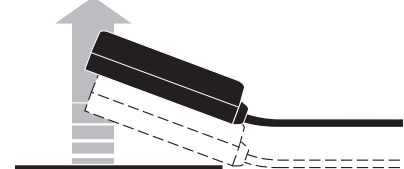

Fig. 3
- Nach oben wegziehen (Fig. 3)
- Pulling up (Fig. 3)
- Retirez vers le haut (Fig. 3)